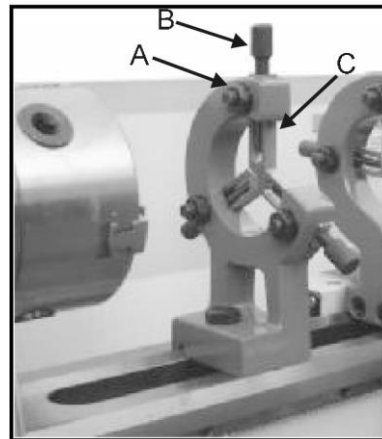

Рис. 33
Люнет служит опоры валов на свободном конце задней бабки. Для многих операций нельзя использовать заднюю бабку, поскольку она мешает токарному инструменту или сверлильному инструменту, поэтому ее необходимо снять со станка. Неподвижный люнет, выполняющий роль концевой опоры, обеспечивает работу без вибрации. Люнет монтируется на ползьях и фиксируется снизу стопорной пластиной. Скользящие пальцы требуют постоянной смазки в точках контакта для предотвращения преждевременного износа. (Рис.33)
1. Ослабьте три шестигранные гайки. (А, рис.33)
2. Ослабьте винт (В, Рис. 33) и ослабьте скользящие пальцы. (С, рис. 33) до тех пор, пока люнет не сможет перемещаться по заготовке. После закрепите люнет на месте.
3. Затяните винты так, чтобы пальцы плотно прилегали к заготовке, но не сжимали ее. Затяните три гайки (А, рис.33). Смажьте точки скольжения машинным маслом.